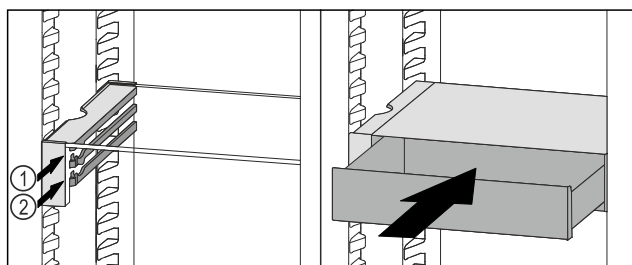

Fig. 80
- VarioSafe-lade achter de stoppers op de gewenste rib Fig. 80 (1) of Fig. 80 (2) plaatsen.